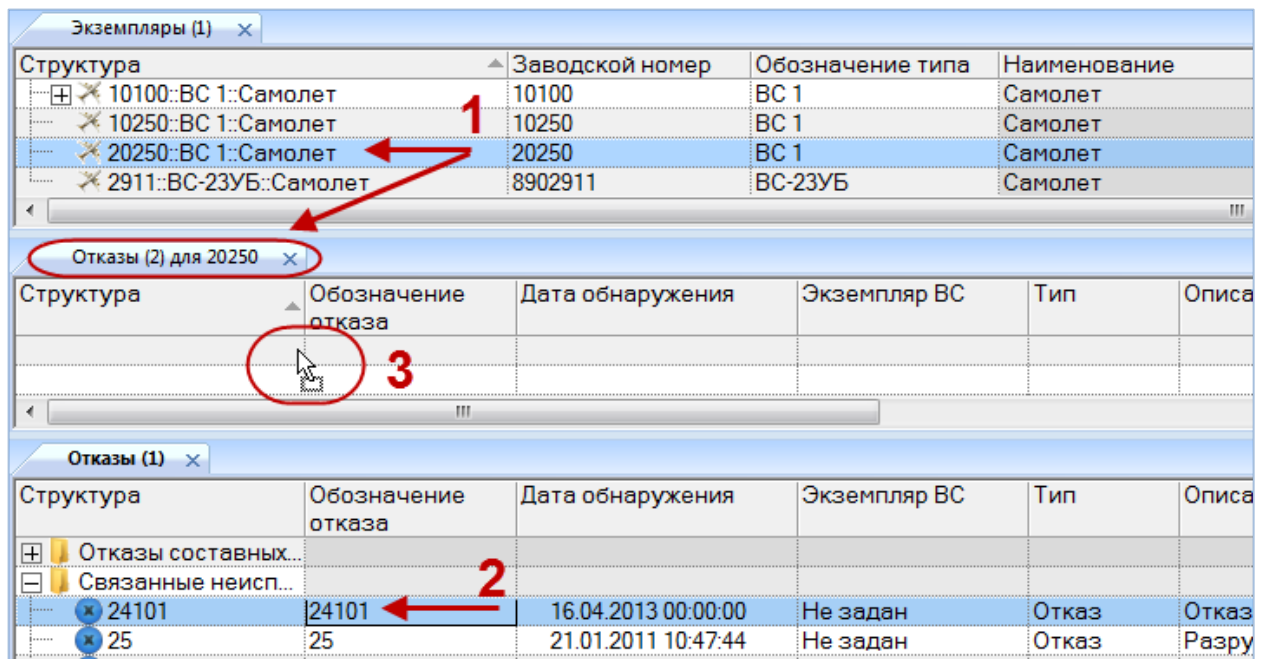

Рис. 13-263 – Переместить отказ в окно связанных объектов «Отказы» для экземпляра ВС
2) Выбрать экземпляр ВС в рабочем окне «Экземпляры» и открыть окно связанных объектов «Отказы» для выбранного экземпляра ВС (1 на рис. 13-263).
3) Выбрать отказ в рабочем окне «Отказы» (2 на рис. 13-263).
4) Переместить с помощью мыши отказ в окно связанных объектов «Отказы» для экземпляра ВС – появится подсказка вида «+ Создать связь X объект(ов) в ...» (3 на рис. 13-263). Отпустить кнопку мыши.